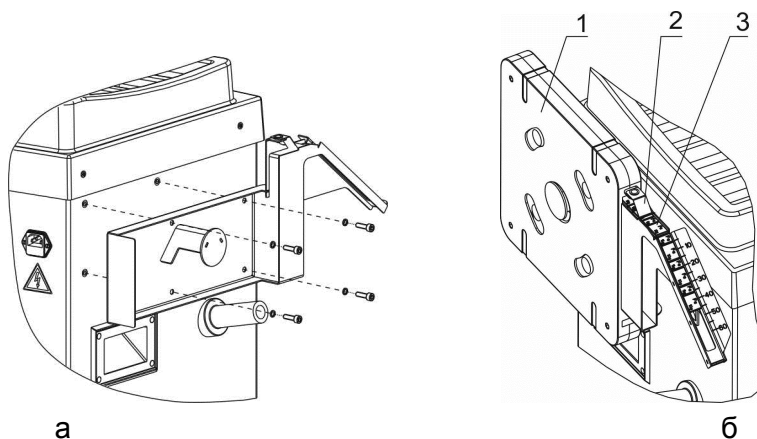

Рисунок 4.4
4.2.8 В случае комплектования станка устройством подачи ленточных грузов закрепить устройство на корпусе станка четырьмя винтами М6 с шайбами, рисунок 4.4 а.